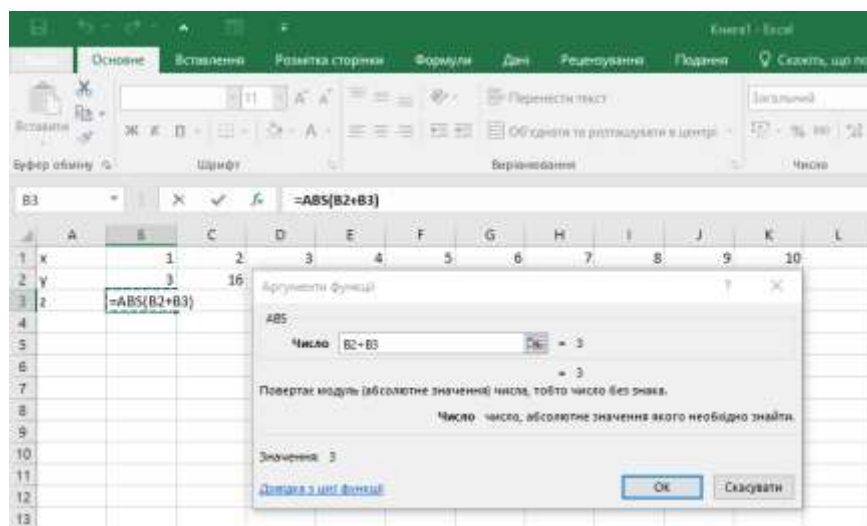

Рисунок 2.21 – Обчислення виразу Z
10. Знаходимо значення функції Z (рисунок 2.21).